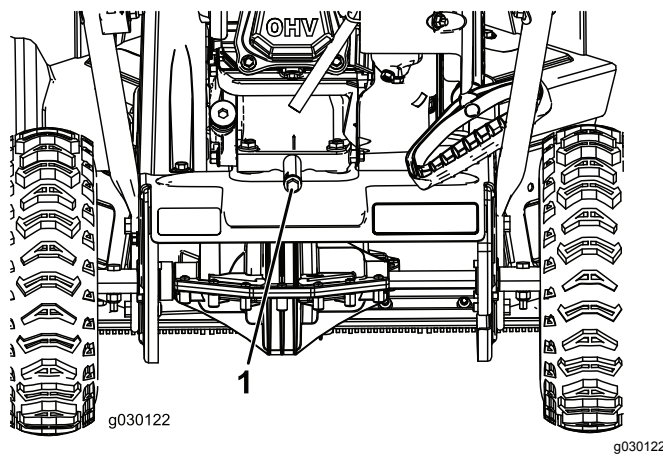

Рисунок 21
2. Поместите сливной поддон под пробку отверстия слива масла, выверните пробку, наклоните машину назад и слейте отработанное масло в поддон (Рисунок 21).